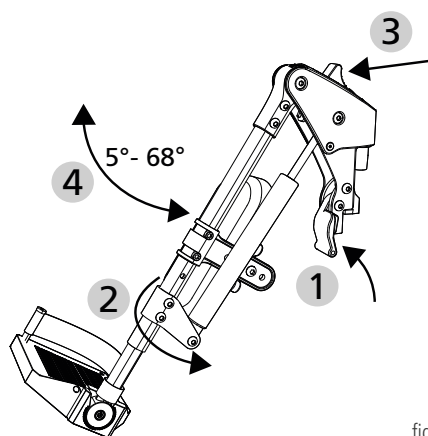

fig.53
Per spostare il poggiatesta, azionare la leva di bloccaggio in avanti e orientare lateralmente il poggiatesta (1 e 2, fig. 53).
1. Premere in avanti la leva di sblocco della molla a gas (3 e 4, fig. 53). In questo modo si riduce l'angolo del ginocchio da 68° a 5° finché si tiene premuta la leva di sblocco.
4. Per ingrandire l'angolo del ginocchio premere in avanti la leva di sblocco e premere contemporaneamente il poggiatesta in basso (3 e 4, fig. 53).